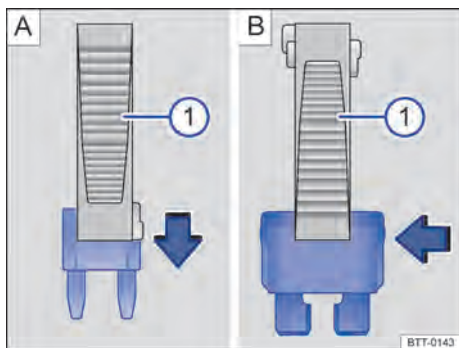

Fig. 121 Remover ou instalar um fusível com a garra da pinça de plástico .
- Se necessário, retirar a pinça de plástico → Fig. 121  da cobertura da caixa de fusíveis.
- Em caso de *fusíveis pequenos*, encaixar a garra  por cima → Fig. 121 A.
- Em caso de *fusíveis maiores*, empurrar a garra  lateralmente sobre o fusível → Fig. 121 B.